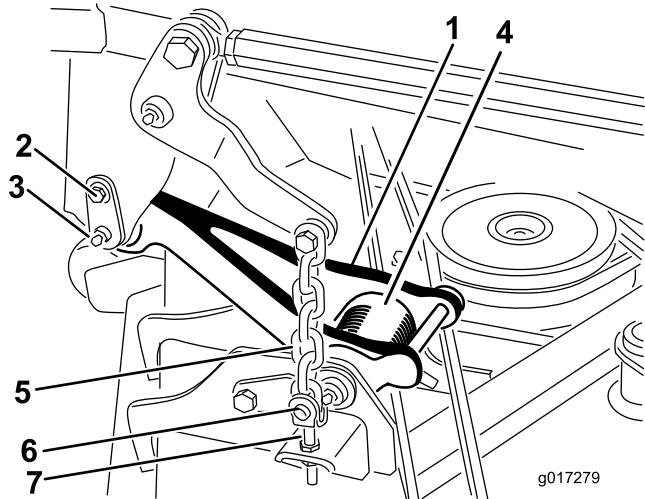

図 2
2. **注** 刈り込みデッキを完全に上昇させた状態では、プルリンクのトーションスプリング図2が軽くなるのでプルリンクをマシンから外すのが非常に容易になります。
図 2
図 2。
- 昇降チェーンをデッキの調整クレビスに固定しているリングピン4本とクレビスピンを取り外す図 2。
- リングピン4本とクレビスピンを使って、昇降チェーンをデッキの調整クレビスに固定する図 2。
- プルリンクをキャリアフレームに合わせて、リンクをリテーナピンで接続する図 2。リテーナピンは、ショルダねじでフレームに固定する図 2。